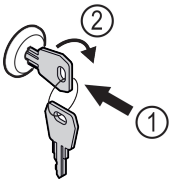

Fig. 75 Примерно изображение
- ▶ Пъхнете ключа Fig. 75 (1).
- ▶ Завъртете го на 90° по посока на часовниковата стрелка Fig. 75 (2).